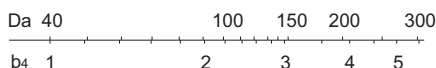

Рис.1 Размерный коэффициент
- b₄* : Размерный коэффициент (см. Рис.1)